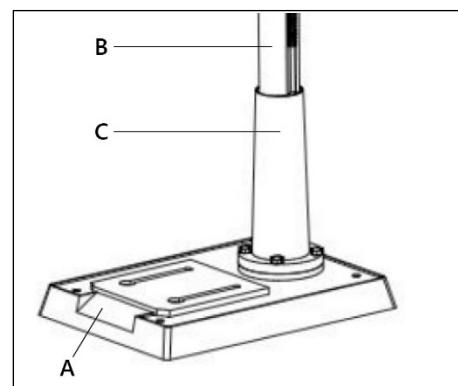

Рисунок 2.
Расположите колонну (B) (рис. 2) в сборе на основании (A), выровняйте отверстия во фланце (C) с отверстиями в основании. Вставьте болт в каждое отверстие фланца и основания. Затяните подходящим гаечным ключом.